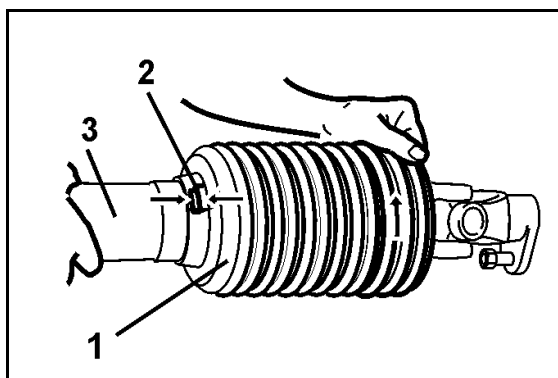

Рис. 51
3. Поверните защитный кожух (Рис. 51/1) в положение для монтажа.
4. Сдвиньте кожух (Рис. 51/3) вала.